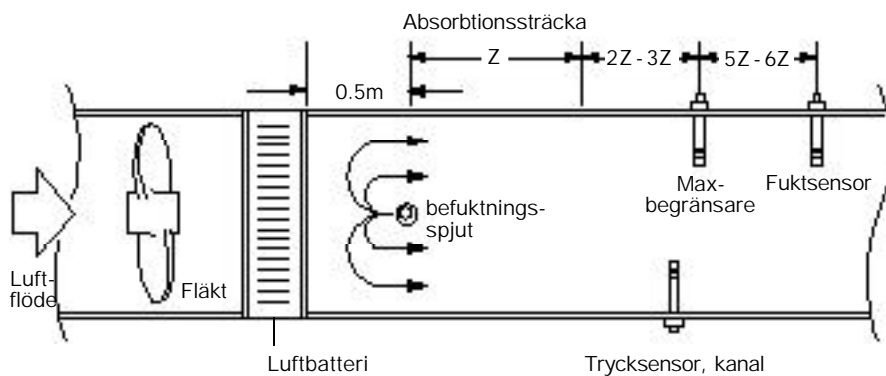

Fig. 4
5.2. Absorbtions-avstånd Z (se Fig. 4) är generellt betraktat som den dimensionen där ångplymen blir osynlig. Men detta innebär inte att det är total absorbtion.
Generellt ska spjutet installeras så att munstyckena är 0.5 m från närmaste komponent på inloppssidan av spjutet - se Fig. 4.
5.5 Befuktning- och temperatur-sensorer ska installeras tillräckligt långt ned på utloppssidan för att säkerställa en komplett blandning av luft och ånga för att kunna hålla rätta avläsningar på mätaren. Se Fig. 4.